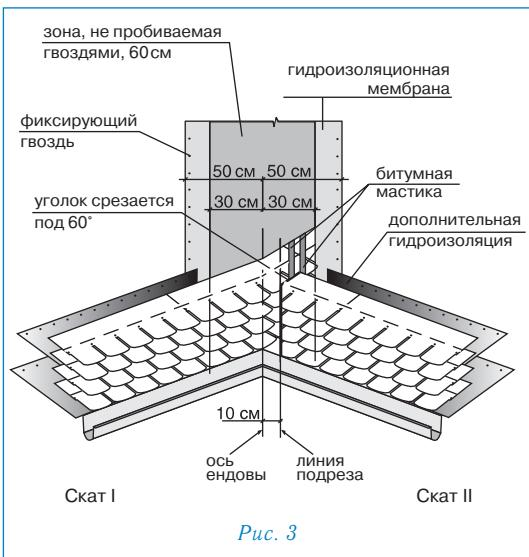

Рис. 3
### Ендова (рис. 3)
- лист, подходящий к ендве со ската II, должен доходить до линии подрезки и обрезаться по ней. Верхний уголок обрезанного края листа подрезается под углом 60° (5–3 см — рис. 3);